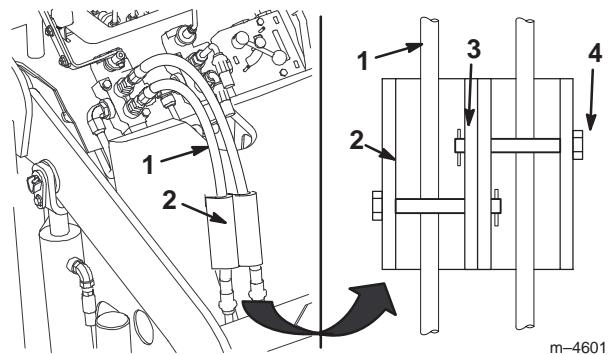

Bild 19
- Montieren Sie die Zylinder-Arretierungen über die Hydraulikschläuche und befestigen Sie diese mit den Lastösenbolzen und den Splints (Bild 19).